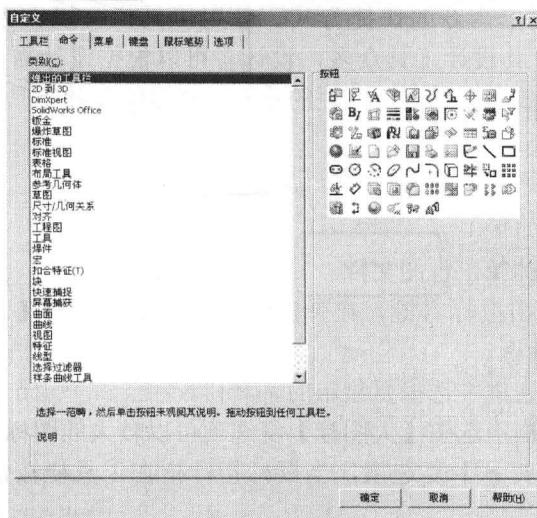

图1-5
- (1) 在【自定义】对话框选择【命令】选项卡。
(2) 在【类别】列表框内选择相应的工具栏，此时在对话框右边的【按钮】分组框内将出现所有与所选工具栏命令有关的按钮，如图 1-5 所示。
(3) 将鼠标指针移至所需按钮上时，可看见系统给出的该按钮功能提示，按下鼠标左键拖动按钮至相应工具栏内，松开鼠标左键即完成了快捷按钮的调出。
(4) 若要删除按钮，只需将按钮从工具栏拖回按钮区域中即可。
(5) 完成设置后，单击【确定】按钮退出【自定义】对话框。